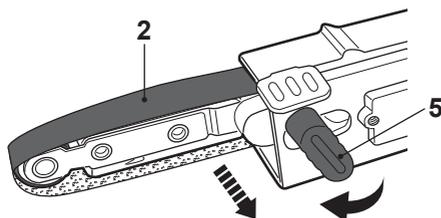

Fig. 4
- > Mientras la banda lijadora está en movimiento, ajuste la perilla de reglaje del curso de la banda (7) para alinear la banda lijadora con el centro de los rodillos (1 y 6).
- > Gire la perilla de reglaje del curso de la banda (5) en sentido horario para ajustar la banda lijadora (2) hacia la derecha (Fig. 4).